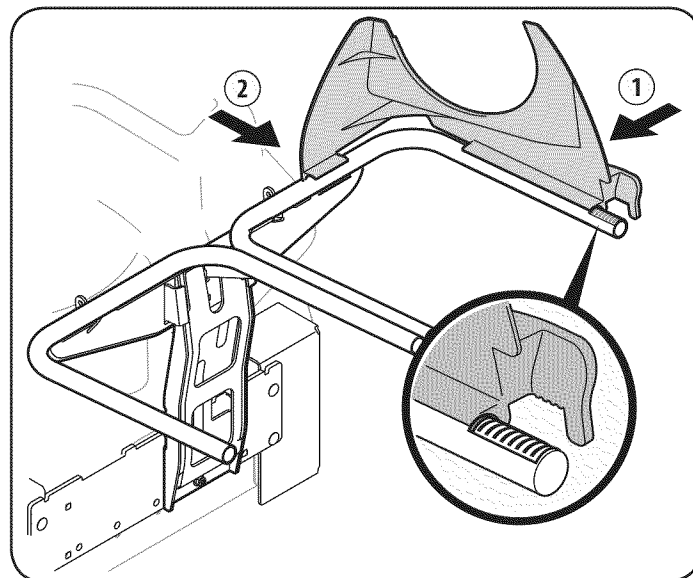
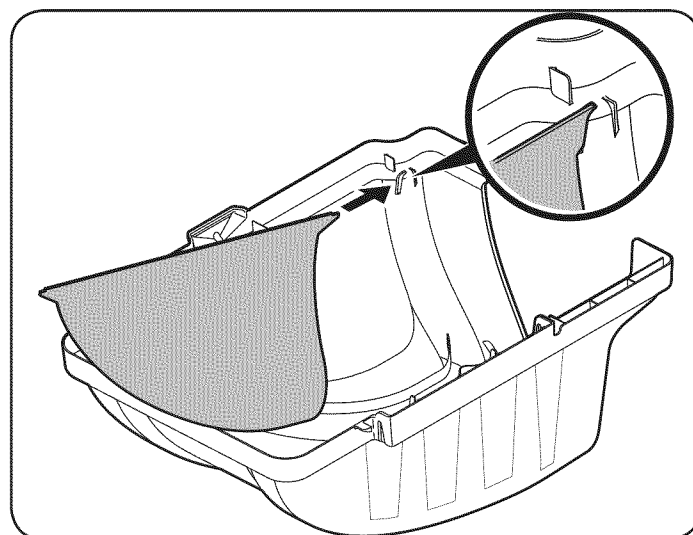

Figura 6
Figura 7
9. Si no viene instalada de fábrica, instale la pantalla de la embolsadora en la cubierta de la embolsadora insertando en primer lugar un extremo en el orificio de montaje de abertura correspondiente, como se ve en la Figura 6. Asegúrese de colocar la pantalla debajo del borde, como se ve en la Figura 7.